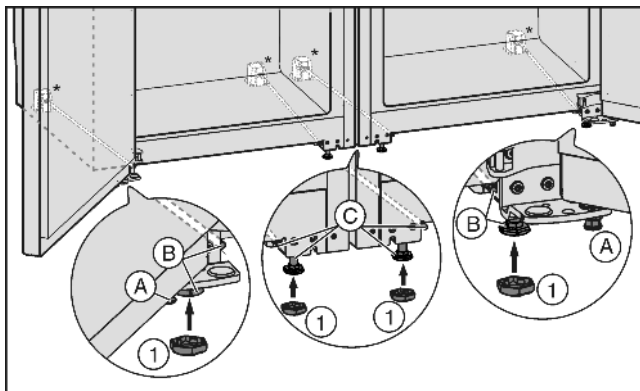

Fig. 4
- ▶ Se necessario, avvitare completamente i piedini di regolazione Fig. 4 (A) davanti ai due apparecchi, in modo da evitare alcun contatto con il terreno.
- ▶ Infilare i cappucci Fig. 4 (1) sui quattro piedini di regolazione anteriore.
- ▶ Avvitare i piedini di regolazione centrali Fig. 4 (C), per evitare qualsiasi contatto con il terreno.
- ▶ Allineare la combinazione mediante i piedini di regolazione esterni Fig. 4 (B).